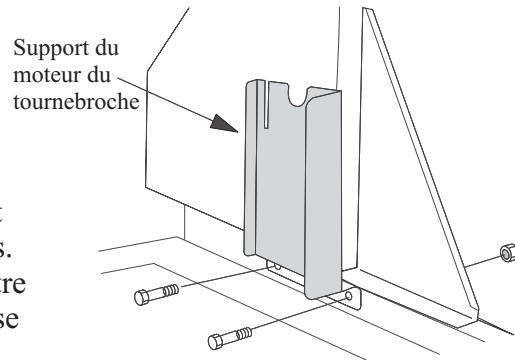

Fig. 1
1. Installez le support du moteur du tournebroche du côté gauche de la base en alignant les orifices et en arrimant les pièces ensemble à l'aide de deux boulons et de deux contre-écrous fournis. La bride de montage passe par la fente centrale sur la tablette gauche (voir la Fig. 1).